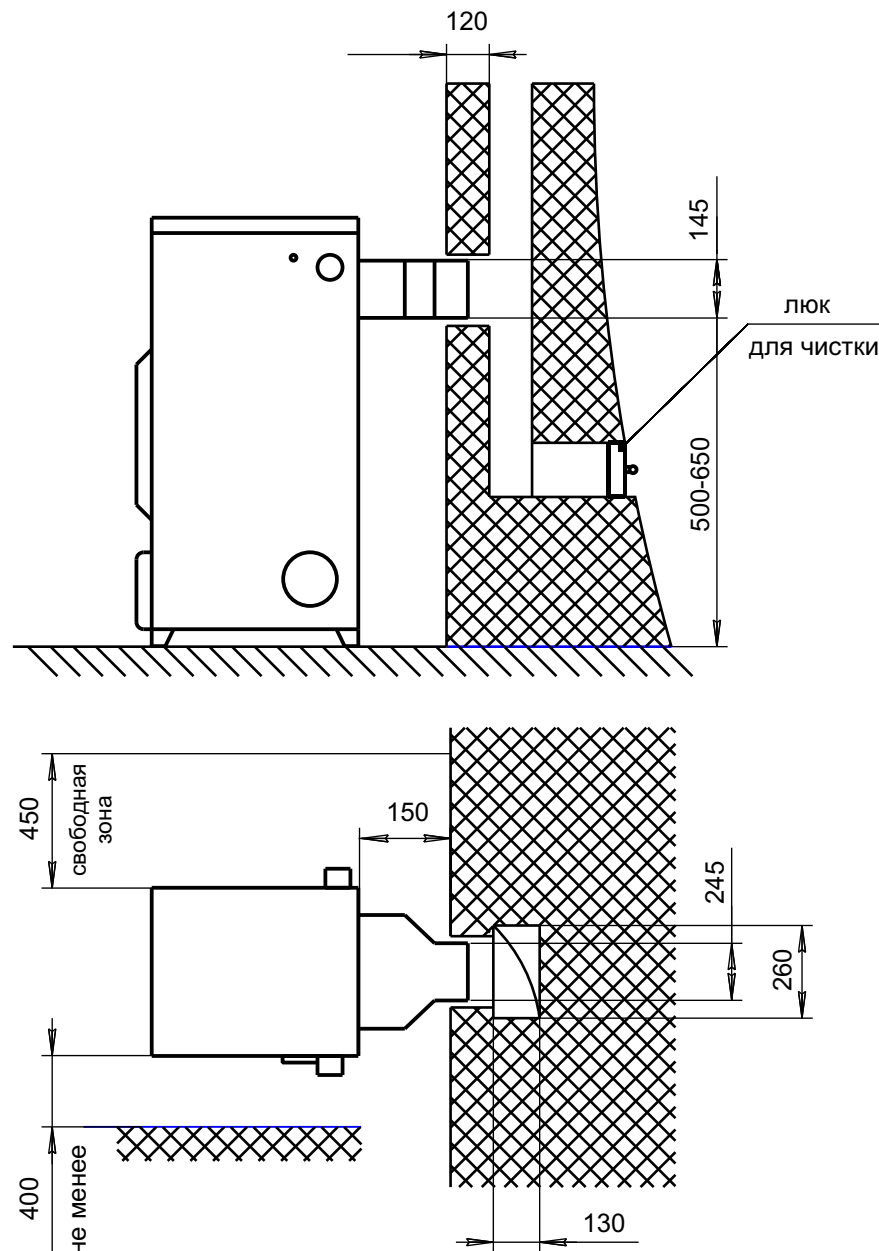

Рис. 2 Схема установки аппарата.
6.7. Схема установки аппарата показана на рис. 2